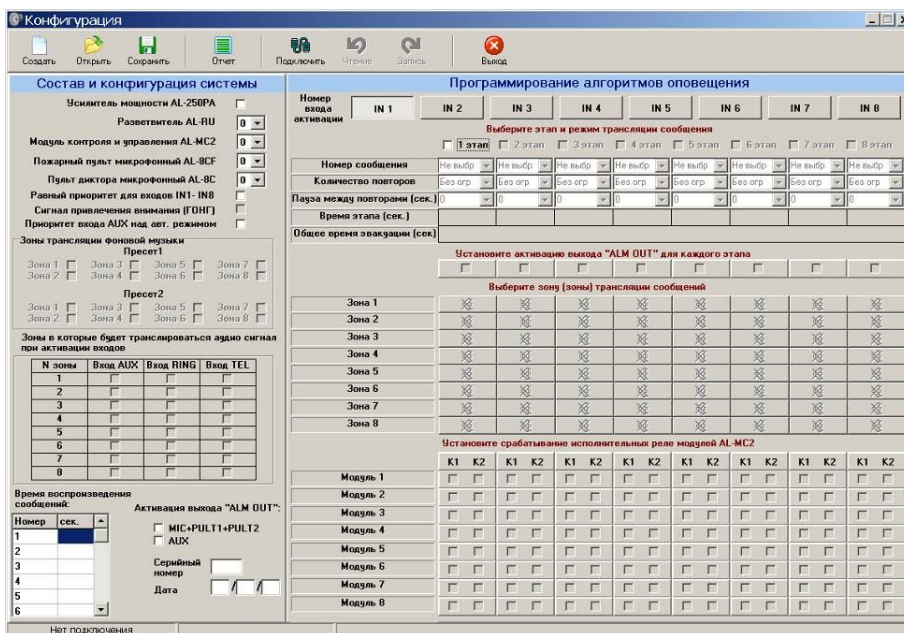

Рис.36
На Рис.36 показан внешний вид главного окна программы.
- Запустите программу «Alpha2Config». Для этого запустите файл «Alpha2Config.exe» из созданной вами папки (см. п.13.1.2). На экране компьютера появится главное окно программы Рис. 36.
- Появится новое окно – Главное окно проекта (Рис. 36).